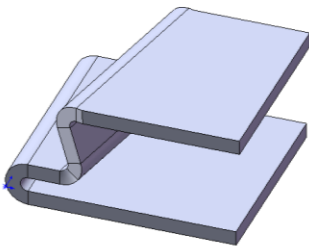

Рисунок 9.18 - Два вигини
- команда - **«Изгиб»** створює два вигини на деякій крайці деталі, при цьому відбувається додавання матеріалу в деталь із листового металу на величину вигину (рис. 9.18). При виконанні цієї команди потрібно створити ескіз вигину у вигляді однієї лінії, а також вказати радіус згину, кут згину й величину зсуву (величину вигину).